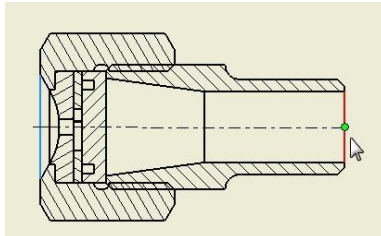

Рисунок 8.10 – Нанесение осевых линий
- Повторите эту процедуру для левой кромки наконечника (рис. 8.10).